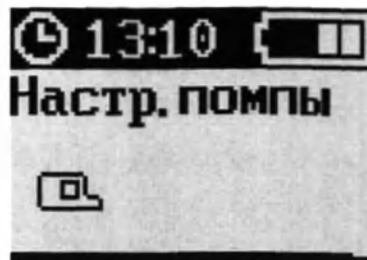

Рисунок 131 – Экран «НАСТР.ПОМПЫ»
2. Кнопками «ВВЕРХ» и (или) «ВНИЗ» выбрать пункт меню «НАСТР.ПОМПЫ» (рисунок 131).